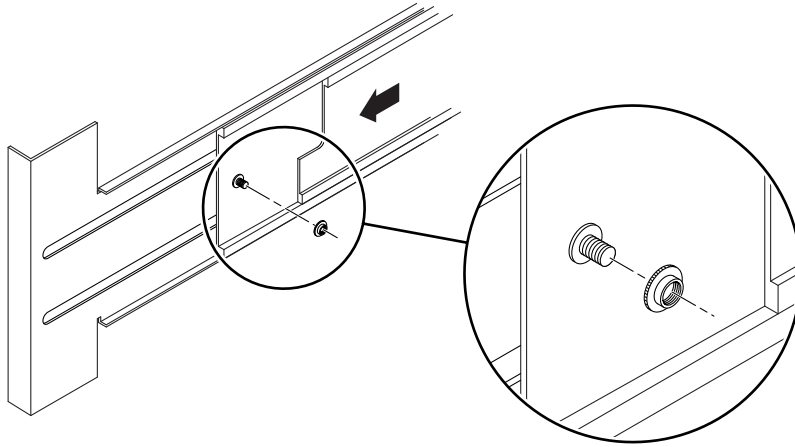

FIGURA 1-13 Introducción y fijación de los separadores de los rieles
3. Accediendo desde la parte posterior del sistema, introduzca los otros separadores suministrados en los tornillos correspondientes de cada riel y asegúrelos (FIGURA 1-13).